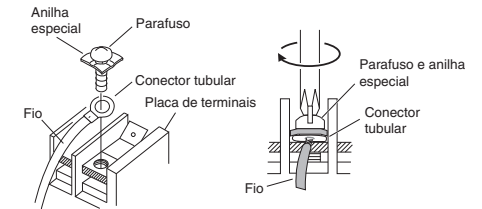

Fig. 3-57
- Coloque o fio do conector tubular, e recoloque e aperte o parafuso de terminal retirado utilizando uma chave de fendas. (Fig. 3-57)